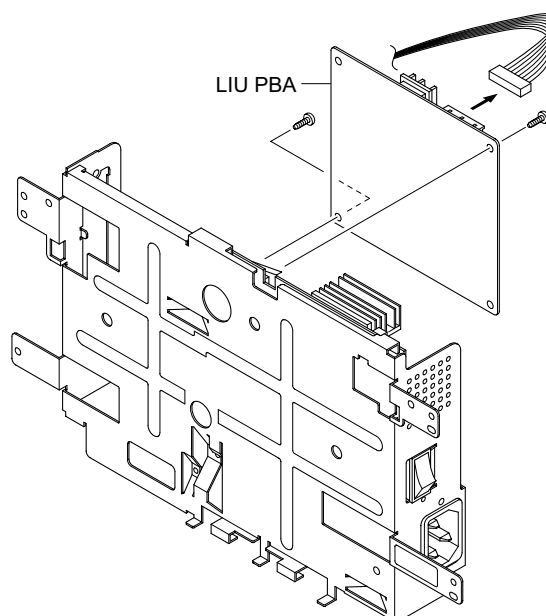

Рисунок 5
7. Если снимается только плата LIU, снимите заднюю крышку (обратитесь к REP 5) и открутите два винта, которые крепят плату LIU. Отсоедините разъем от главной платы и аккуратно освободите плату LIU, рисунок 5.